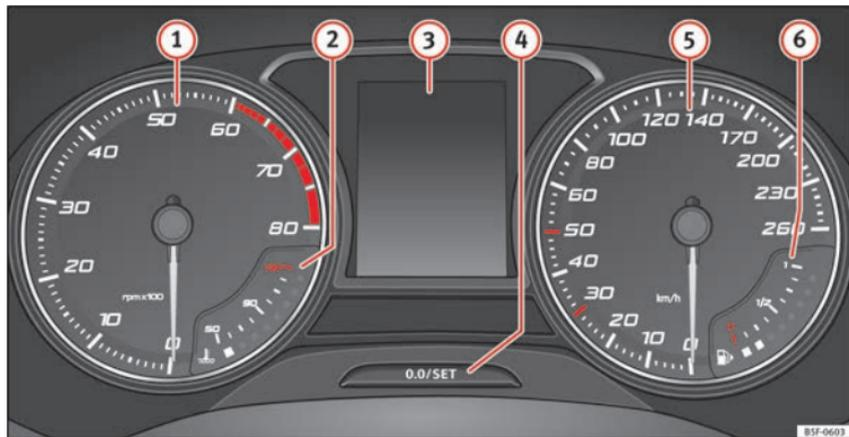

Fig. 111 Quadro strumenti nel cruscotto.
Spiegazioni sugli strumenti » fig. 111:
Il contagiri indica il numero di giri del motore al minuto » **fig. 111 ①**.
La lancetta del contagiri **①** » **fig. 111** dovrebbe rimanere il meno possibile nel settore rosso, altrimenti si rischia di danneggiare il motore.
All'accensione del quadro strumenti, sul display » **fig. 111 ③** vengono visualizzate informazioni differenti, a seconda dell'equipaggiamento del veicolo:
- Premere brevemente il pulsante » **fig. 111 ④** per riportare il contachilometri parziale a 0.